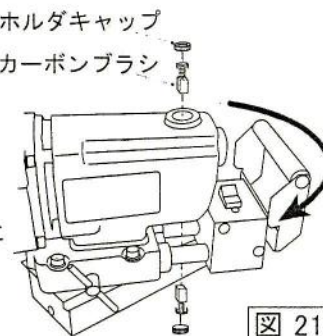

図 21
- ① 電源プラグをコンセントから抜いてあることを確認してください。
- ② 固定ハンドルを緩めロックを解除し、本体上部を最後位置に移動します。その位置でモータを少し上げる感じで矢印方向に回転すると交換ポジションになります。(図21)
- ③ グリップを、六角レンチで外します。
- ④ モータ部後側2カ所のホルダキャップをマイナスドライバーで反時計方向に廻して外し、新しいカーボンブラシに取り換えてください。
- ⑤ ホルダキャップをマイナスドライバーで時計方向に廻して確実に締めこみます。
- ⑥ グリップを取付け、本体上部を通常位置に戻し、固定ハンドルを締め確実にロックして交換作業終了です。